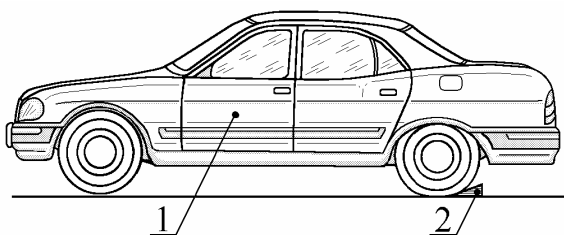

Рис. 47. Установка автомобиля:
12.1. Установить автомобиль 1 (рис.47) на смотровую яму, подъёмник или эстакаду, выключить зажигание, установить рычаг коробки перемены передач в нейтральное положение, установить автомобиль на стояночный тормоз, установить под колёса противооткатные упоры 2